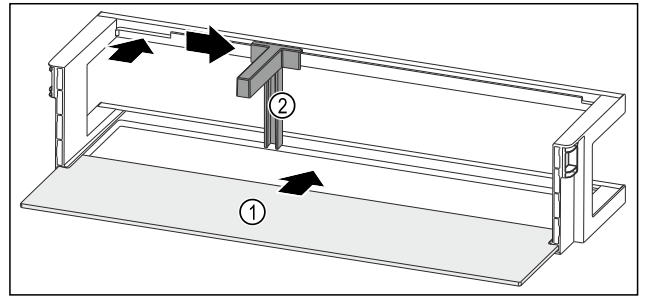

Fig. 136 Estantes en la contrapuerta con estante
- ▶ Introduzca el estante Fig. 136 (1) en los huecos laterales.
- ▶ Inserte el soporte para botellas Fig. 136 (2) en la entalladura.
- ▶ Deslice el soporte para botellas Fig. 136 (2) hacia un lado a la posición deseada.